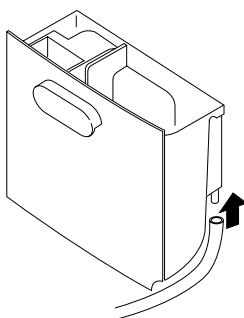

Fig. 2
- 3) Percer l'intérieur de l'embout au moyen d'une foreuse avec une fine mèche (Fig.2).